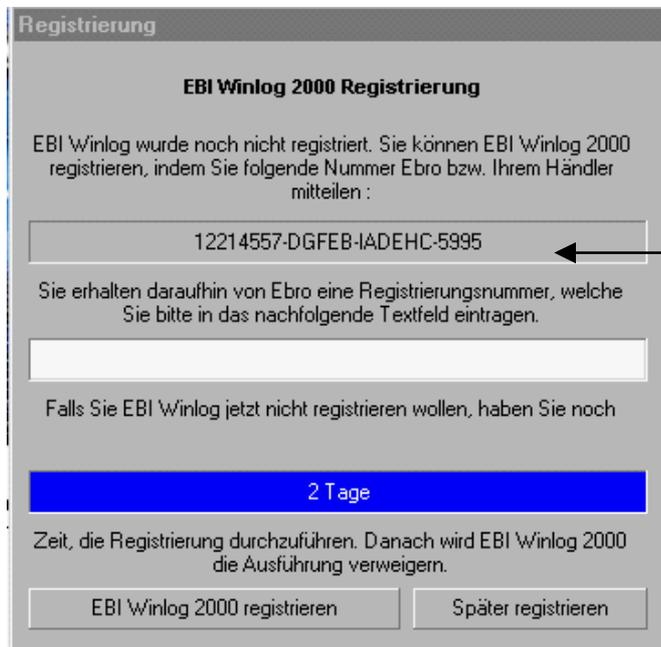

Abb. 25 Registrierung
- Geben Sie diese Zifferkombination dann in das freie Textfeld der Abb. 25 auf Seite 45 ein.